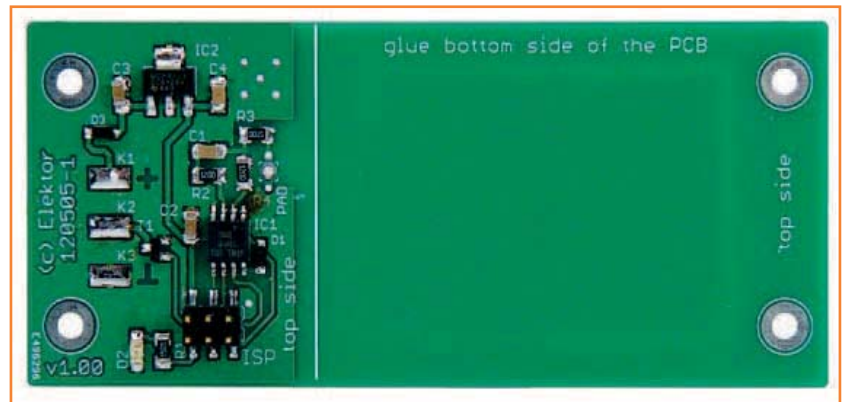

Bild 4.
**Bild 4** zeigt den fertig aufgebauten Prototypen. Der sensible Teil rund um  $C_1$  ist von Masseflächen umgeben. Das Pad als zweite Kondensatorplatte eines Trittlechs befindet sich auf der Rückseite der Platine (siehe **Bild 5**). Warum? Die Rückseite wird gegen das Trittlech positioniert. Damit sie nicht stören, befinden sich die Bauteile auf der anderen Seite. Aus diesem Grund wird auch der sechspolige Pinheader  $K_4$  zur Programmierung des Controllers als SMD-Ausführung aufgelötet. Die Form des Pads ist nicht so entscheidend, lediglich die Fläche sollte in etwa beibehalten werden.